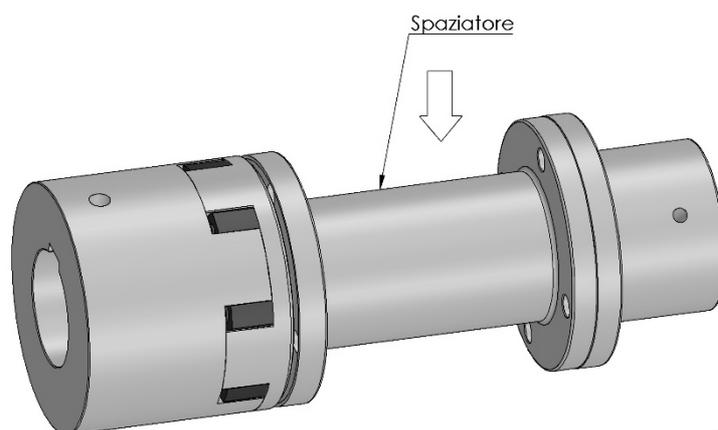

Fig.5
4. Inserire quindi lo spaziatore e fissarlo prima al mozzo rigido e quindi alla corona (fig. 5)